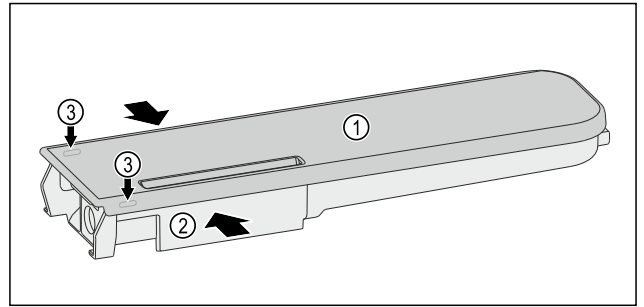

Fig. 136
- Wasserbehälter Fig. 136 (2) zusammendrücken und Deckel Fig. 136 (1) vorsichtig über die Rastnasen Fig. 136 (3) hebeln und hochziehen.
- Deckel Fig. 136 (1) leicht hin- und herbewegen und nach oben entnehmen.